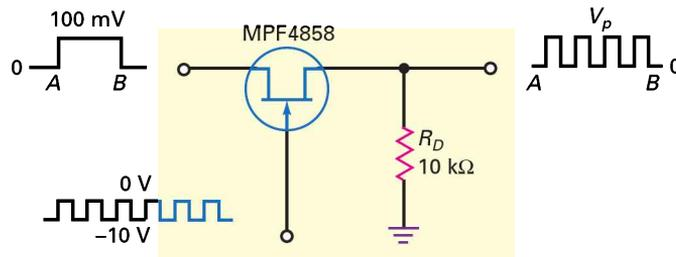

Figure 11.30
Le signal rectangulaire appliqué sur la grille dans la figure 11.30 a une fréquence 20 kHz. Quelle est la fréquence de la sortie hachée ? Si le transistor MPF4858 possède une résistance R_{DS} égale à 50Ω , quelle est la valeur crête de la tension de sortie hachée ?
11.19 Avez-vous compris ? Sur la figure 11.30, en utilisant une valeur $R_{\text{S}} = 100 \Omega$, calculer la nouvelle valeur crête de la tension de sortie hachée.